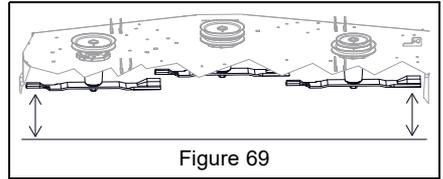

Figure 69
3. Relever le carter à une hauteur de coupe de 8.9 cm (3.5"). Voir Figure 69.